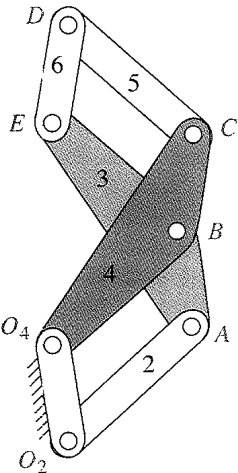

FIGURA P6-34 Problemas 6-104 y 6-105
- 6-104 En el caso del mecanismo de la figura P6-34, localice e identifique todos los centros instantáneos. $O_2O_4 = AB = BC = DE = 1$. $O_2A = O_4B = BE = CD = 1.75$. $O_4C = AE = 2.60$
- 6-105 En el caso del mecanismo de la figura P6-34, muestre que $I_{1,6}$ es estacionario para todas las posiciones del mecanismo. $O_2O_4 = AB = BC = DE = 1$. $O_2A = O_4B = BE = CD = 1.75$. $O_4C = AE = 2.60$